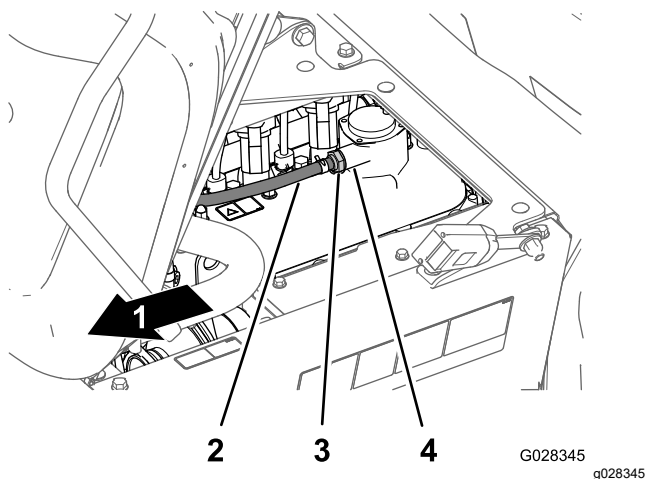

Figure 76
4. Insérez le clapet PCV jusqu'à ce qu'il soit complètement engagé dans le joint du raccord du couvre-culasse (Figure 76).
2. Déposez le clapet PCV du raccord sur le couvre-culasse (Figure 76).
Remarque: Si l'ajutage interne du clapet PCV cliquète, alors le clapet est réparable ; dans le cas contraire, remplacez le clapet (Figure 76).